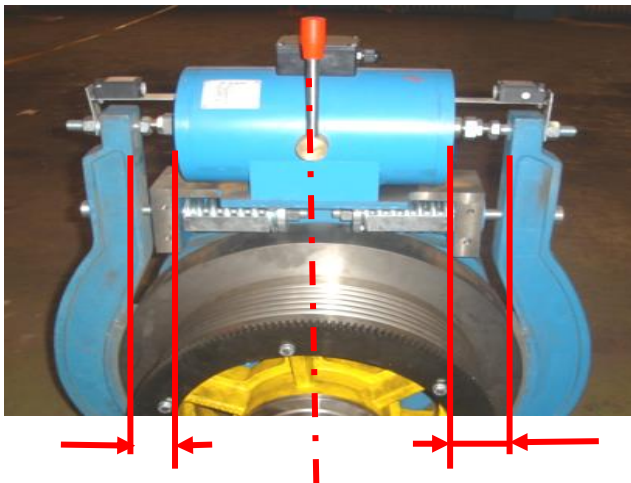

图 2-b
- (2) 在制动器断电的情况下,粗调整螺栓 4，使得制动器铁芯被推进 3.0~4.5mm (往制动器方向,最大不能超过 5mm)，相同的方法调整另一侧 (这样做的目的是为了确保抱闸能够打开).但最终的调整位置以保证按 4-c)步骤保证闸衬和制动轮之间的间隙为准.
- (3) 弹簧拉杆检查和调整(如必要,通常只在更换制动器或者制动臂的情况下才需要重新调整)
a. 检查并保证弹簧拉杆与螺纹孔垂直,左右拉杆和弹簧在同一水平线上如图 2-a 所示
图示 2-a Figure 2-a
b. 调节制动磁铁位置,使它在两制动臂的对称中线上,锁紧拉杆螺母 9。用尺校对,使其两端距制动臂内侧面的尺寸相差 $\leq 3\text{mm}$. 见图 2-b.